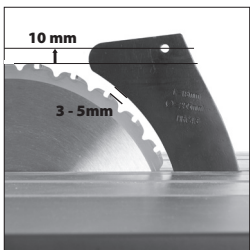

Fig. 16
- Ajuste la doladera para que esté a 3 - 5 mm de la hoja de la sierra. El orificio de montaje de la protección de la hoja en la doladera debe estar al menos 10 mm más alto que la punta del diente. (**Fig. 16**).